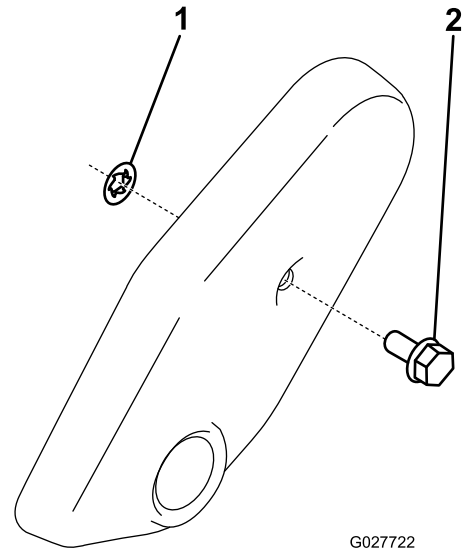

Figura 7
2. Coloque la tuerca rápida en el tapón de la correa (Figura 7).